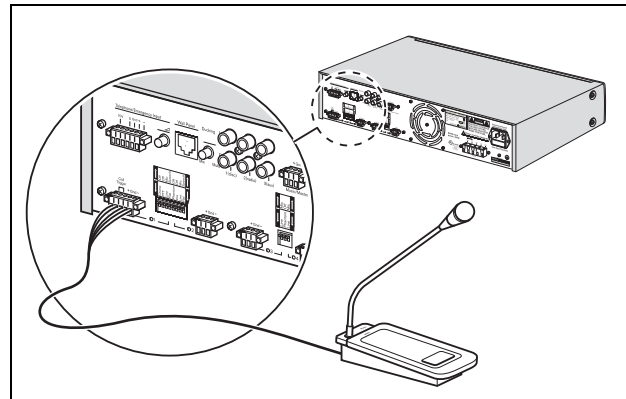

figura 4.1: euro conector con activación
- conector euro con activación. Consulte figura 4.1.